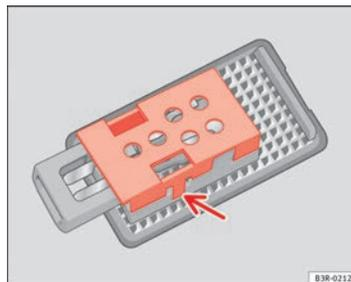

Fig. 226 Luz maletero
- Desmonte la tapa protectora y extraiga la lámpara del alojamiento ⇒ fig. 226.